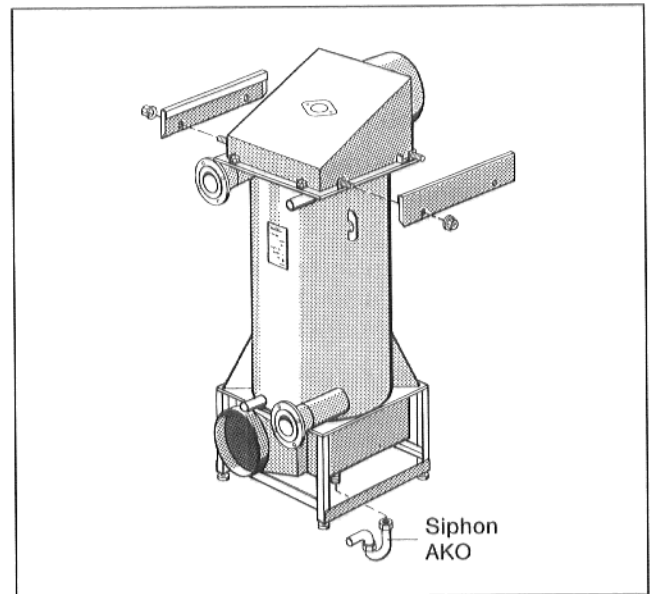

Abb. 5
- Traverse oben rechts und links mit jeweils 2 Muttern an den Laschen am oberen Rahmen anschrauben – Abkantungen nach innen (Abb. 5).
7	Ablaufschlauch der Neutralisation (Kondensataustritt AKO) abschrauben (Abb. 5)
8	Kondensataustritt AKO durchspülen (Abb. 5)